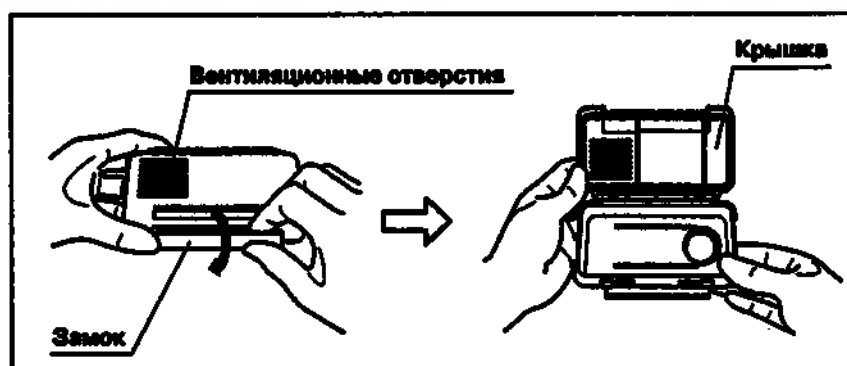

Рис. 4.6
2. Разблокируйте крышку корпуса газового фильтра и откройте её (см. рис. 4.6).